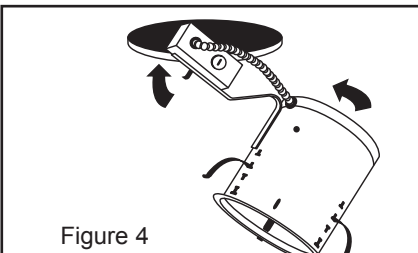
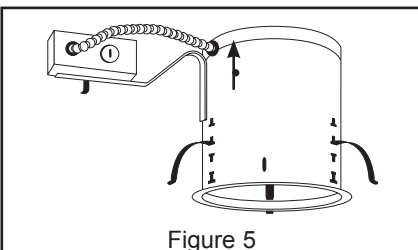

Figure 4
Figure 5
Step 3. Press housing through ceiling opening so it is flush to ceiling (Fig. 4). Push retention clips outward until each clip tab clicks into position. On some housings, a single "T" slot clip is provided for additional support. Insert clip through "T" slot from inside housing, force clip down with screwdriver until clip is seated. Secure clip by tightening screw. (Fig. 5).
Paso 3. Instale la caja a través de la abertura del cielo raso, de manera que quede a ras del cielo raso (fig. 4). Empuje los clips de retención hacia afuera hasta que la aleta de cada clip se conecte a presión en su lugar. En algunas cajas, un solo clip de la ranura de "T" se proporciona para ayuda adicional. Inserte el clip a través de la ranura de "T" por dentro de la caja, forsa el clip hacia abajo con el destornillador hasta que se asienta el clip. Asegure el clip apretando el tornillo (fig. 5).